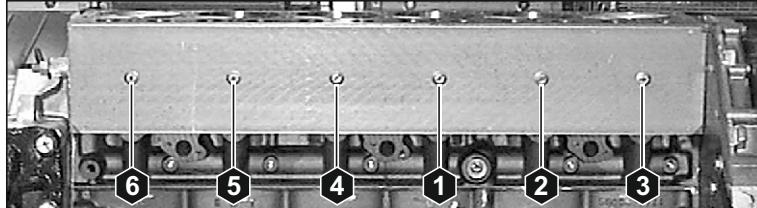

Рис. 121. Порядок затяжки боковой пластины.
6. Ввернуть болты и затянуть рекомендуемым моментом (см. **Таблицу 3**) в порядке, указанном на **Рис. 121**.